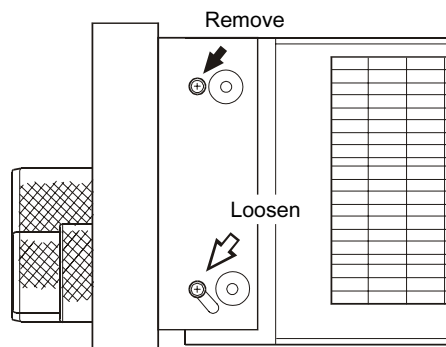

Figure 3
5. En se référant à la figure 3, enlever la vis (↔) en haut et à gauche et la vis en haut et à droite qui maintiennent la face avant en place et débloquent les deux vis (↔) en bas et à gauche et en bas et à droite qui participent au maintien de la face avant vers le bas.